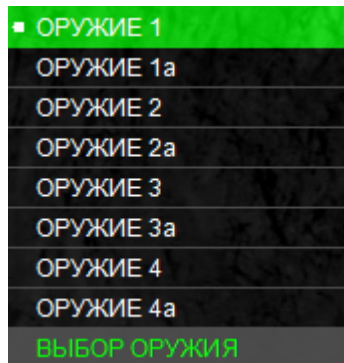

Рисунок 12 – Выбор оружия
Для перехода в режим ввода или редактирования баллистических таблиц (см. рис. 12), выделите нужное оружие, после чего нажмите и удерживайте кнопку (4) в течение 3 с.